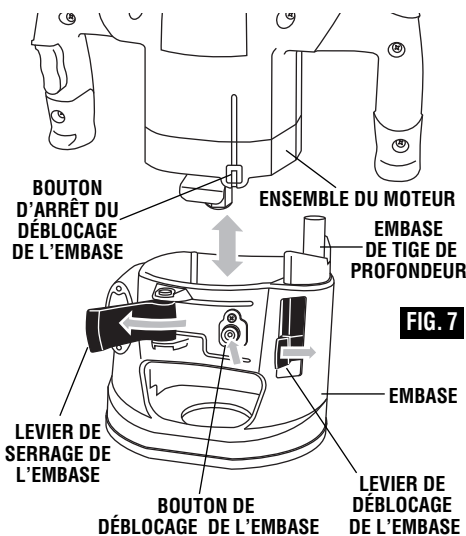

FIG. 7
1. Tenez la défonceuse en position verticale, ouvrez le levier de serrage de l'embase, poussez le levier de déblocage de l'embase dans le sens de la flèche et sortez l'ensemble du moteur de l'embase en le tirant vers le haut. Le moteur se bloquera juste avant de sortir complètement de l'embase. Appuyez alors sur le bouton de déblocage de l'embase et sortez l'ensemble du moteur de l'embase en le tirant vers le haut. (Fig. 7).
3. Laissez glisser le moteur dans l'embase jusqu'à ce que le levier de déblocage de l'embase s'enclenche dans la rainure de l'ensemble du moteur (Fig. 7).